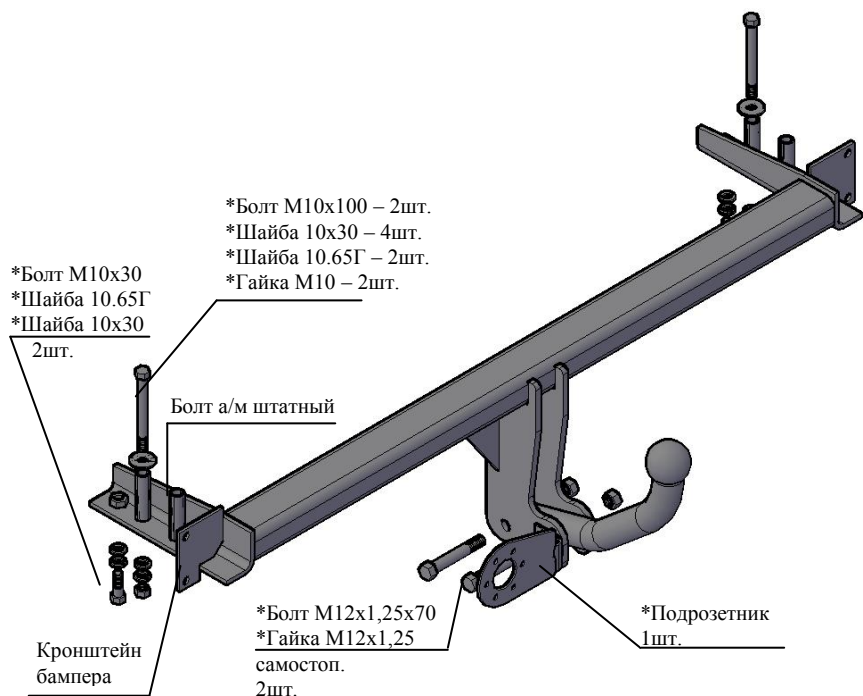

Рис.1 Тягово-сцепное устройство 9421
2.1 ТСУ 9421 в сборе (рис.1)	1 шт.
2.2. Пакет комплектующих (рис.1)